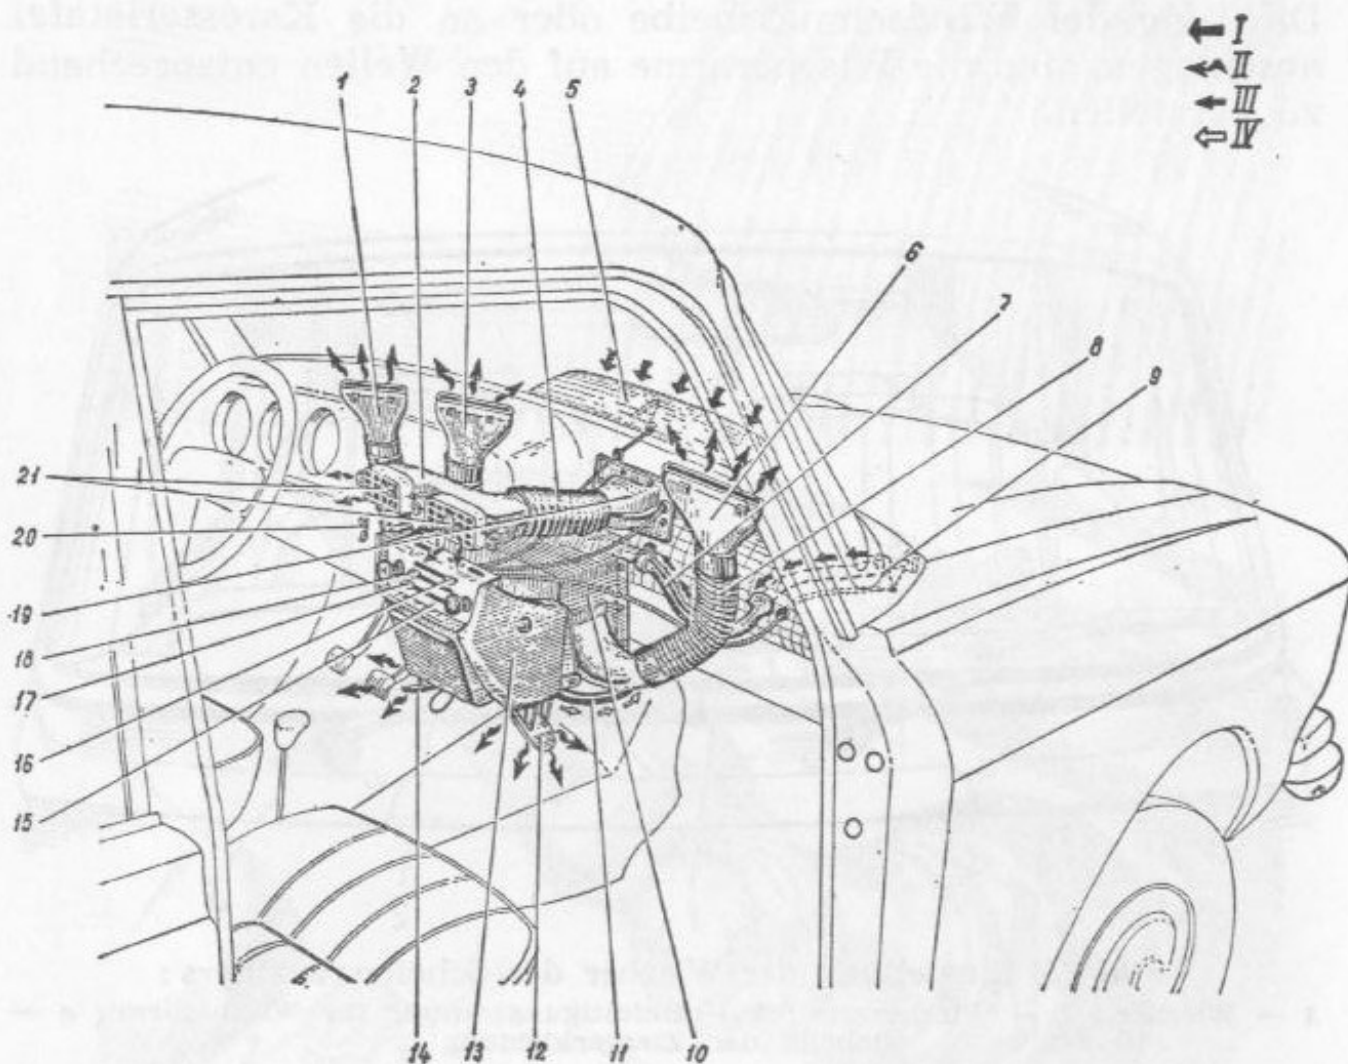

Bild. 26. Heizungs- und Belüftungsanlage des Wagens :
Im Gehäuse des Wagenheizers 10 (Bild 26) sind angeordnet: Wärmeaustauscher, Lüfter mit Motor und Einstellklappen 12, 14. Bild 26 zeigt die Richtungen der kalten sowie vorgewärmten Luft und die Strömungsrichtung der Flüssigkeit durch den Wärmeaustauscher des Wagenheizers. Heizung und Belüftung des Wagens sind in Abhängigkeit von Jahreszeit und Witterungsverhältnissen zu regeln.
1. Düsen 1, 3, 6 (Bild 26) für Entfroston der Windschutzscheibe. Hierbei ist Klappe 5 der Belüftungs Luke der Karosserie (die vor der Windschutzscheibe angeordnet ist) zu öffnen, wozu Betätigungshebel 17 möglichst nach rechts zu verstellen ist.
- Klappe 5 der Belüftungsluke der Karosserie (Bild 26) und Klappe des Frischluftstutzens 19 öffnen ;
Um das Schwitzen der Windschutzscheibe zu verhüten, ist auf sie der kalte Luftstrom aus Entfrosterdüsen 1, 3 und 6 (Bild 26) zu richten. Die Intensität des Luftstroms kann noch vergrößert werden, indem Klappen 12 und 14 des Heizergehäuses geschlossen und der Heizerlüfter in Abhängigkeit von der Fahrgeschwindigkeit des Wagens auf entsprechende Drehzahl eingeschaltet werden.